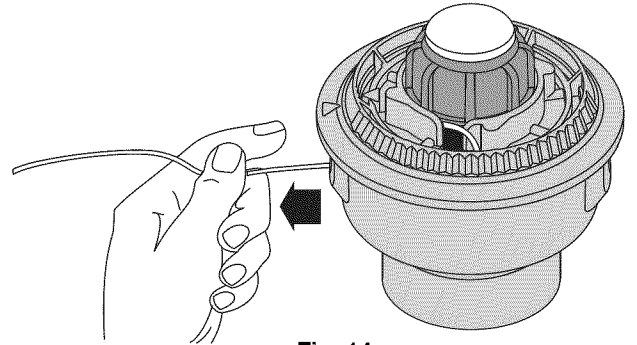

Fig. 14
6. Saque la línea de la bobina exterior hasta que esté tirante contra el carrete interior (Fig. 14).